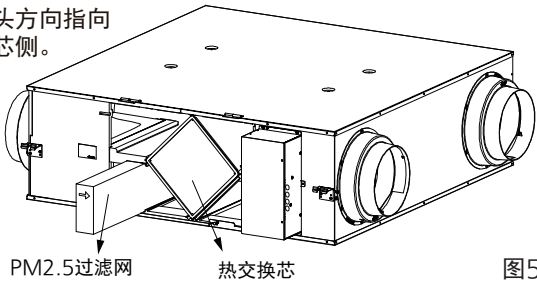

图5
⑤ 请将除尘后或全新PM2.5过滤网沿导轨插入全热交换器内部。(图5)